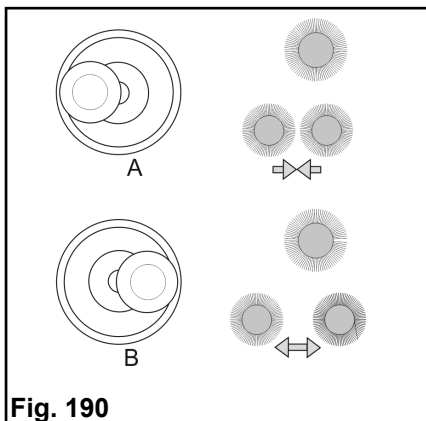

Fig. 190
- Sväng vänster joystick **Fig. 190-A** åt vänster, de dragna tallriksborstarna svängs inåt.
- Sväng vänster joystick **Fig. 190-B** åt höger, de dragna tallriksborstarna svängs utåt.